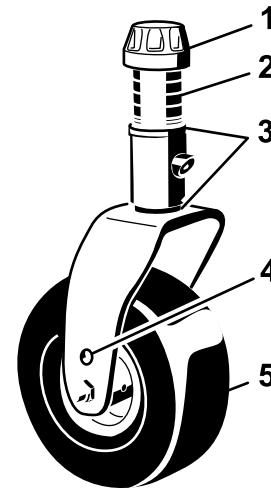
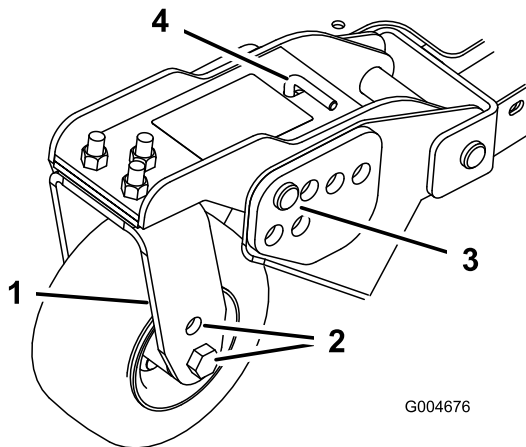
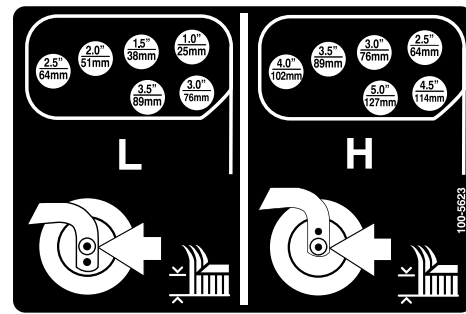

Figura 21
Figura 23
Figura 24
- Coloque os eixos da roda giratória nos mesmos orifícios em todas as forquilhas da roda giratória (Figura 21 e Figura 23).
- Retire a tampa de tensionamento do eixo roscado e desloque o fuso para fora do braço da roda giratória (Figura 21).
- Retire o perno de gancho e os pinos de segurança dos braços articulados da roda giratória (Figura 23).
- Rode a barra tensora para levantar ou descer o braço articulado, até os orifícios se encontrarem alinhados com os orifícios da altura de corte desejados, na estrutura da plataforma do cortador (Figura 23 e Figura 24).